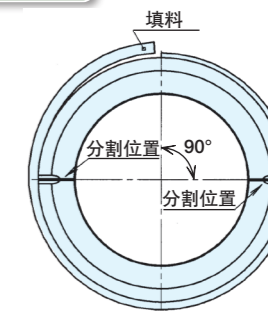

图7 填料的安装
- 在槽中填入填料，使其断面与内圈的分割面成90°夹角。(参考图7)